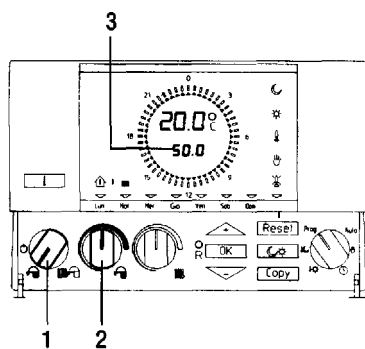

Fig. 10
С помощью ручки (рис. 10 поз. 1), пульт дистанционного управления переводится в режим подготовки горячей воды без отопления.
- Температура горячей воды устанавливается с помощью ручки (рис. 10 поз. 2), а дисплей показывает ее значение во время регулирования.